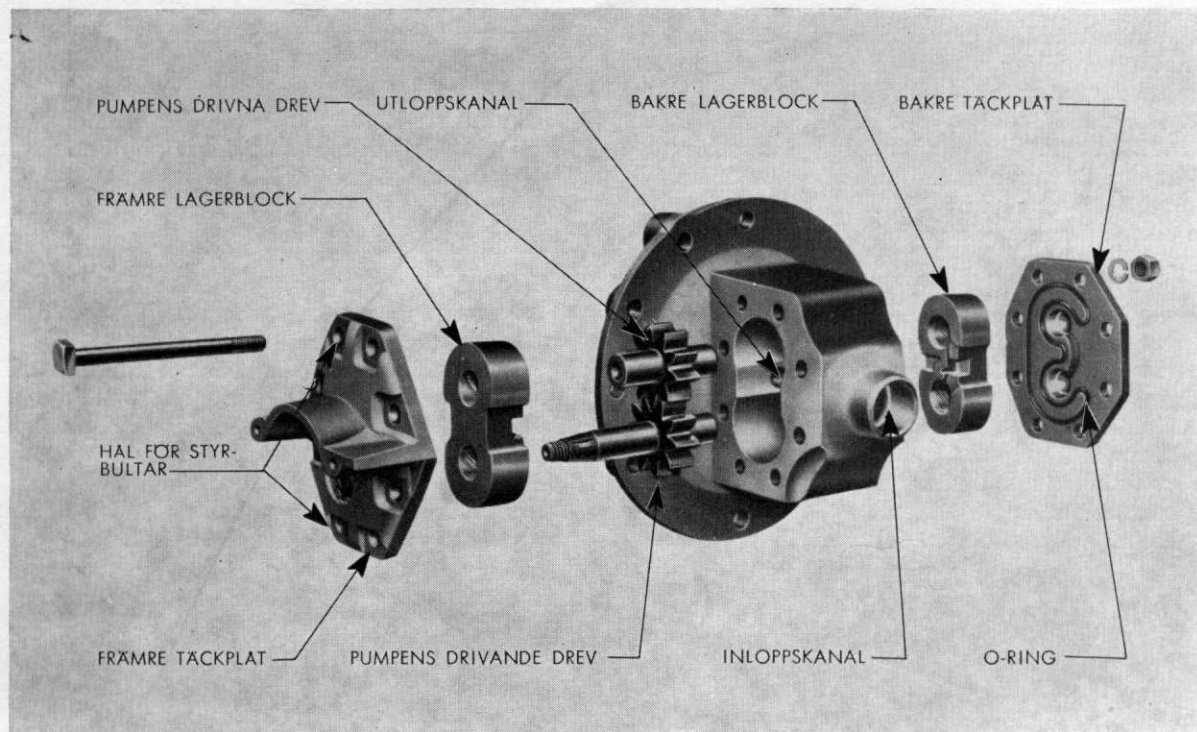
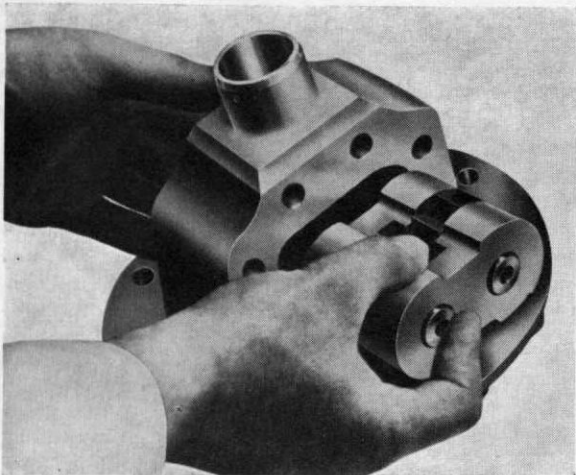

Fig. 40. Hydrauliska systemets oljepump.
Fig. 44. Montering av drev och lagerblock i pumphuset.
5. Tag bort muttrarna, fjäderbrickor och de genomgående bultarna, som håller de två täckplåtarna. Observera att de två bultarna längst upp och ned närmast pumpens sköld (se Fig. 40) samtidigt utgöra styrningar och har mycket noggrann passning i sina hål. De får därför ej förväxlas med de övriga bultarna, vilket är lätt att undvika då deras huvuden är märkta med "D".
4. Montera lagerblocken med de båda pumphjulen i pumphuset med den gängade änden av det drivande pumphjulets axel vänd framåt (se även fig. 40) och åt vänster samt de i punkt 3 ovan nämnda urtagen i lagerblockens ytterdiametrar vända mot pumphusets trycksida (husets fläns), se Fig. 44.